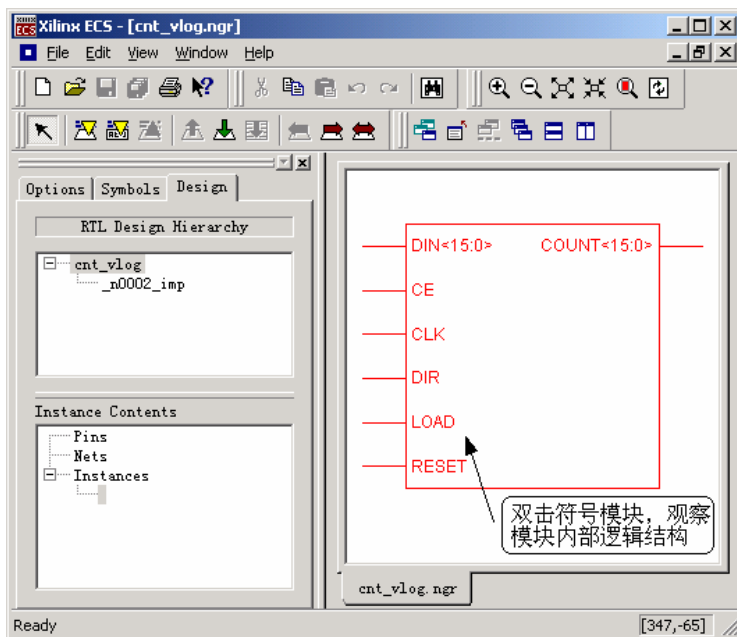

图4-76 XST 综合产生的寄存器传输级视图模块符号
5. XST 产生的寄存器传输级视图功能和 Synplify Pro 的“RTL View”相似，但是没有 Synplify Pro 的“RTL View”功能强大。双击“View RTL Schematic”图标，ISE 自动调用原理图编辑器 ECS 来打开综合产生的寄存器传输级视图，如图 4-76 所示。